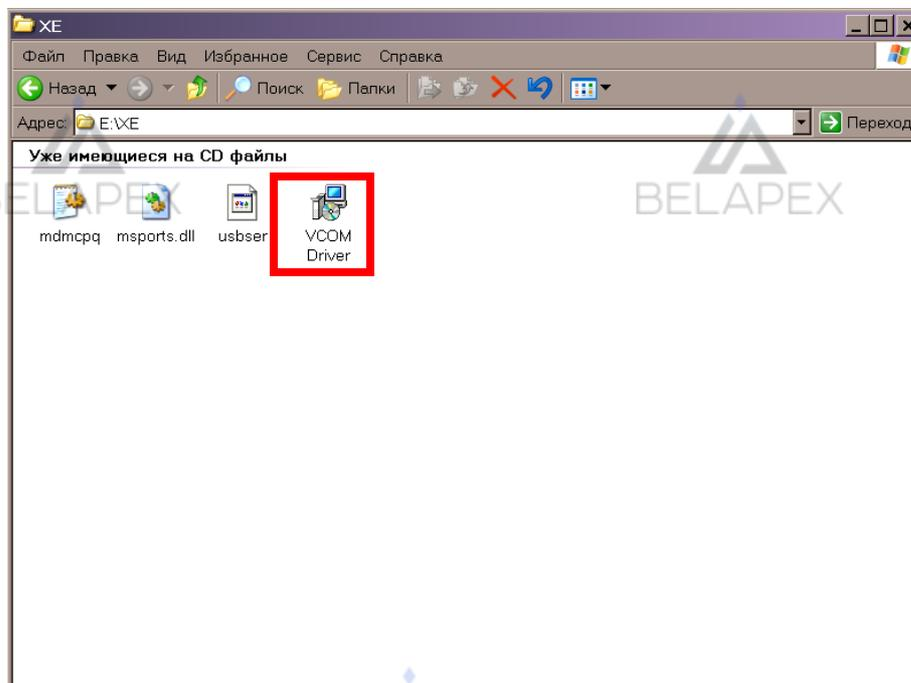

Рисунок 9.1 - Содержание компакт-диска
- После загрузки диска в дисковод ПК откройте в корневой директории папку «XE» и запустите файл «VCOM Driver» (см. Рис.9.1).